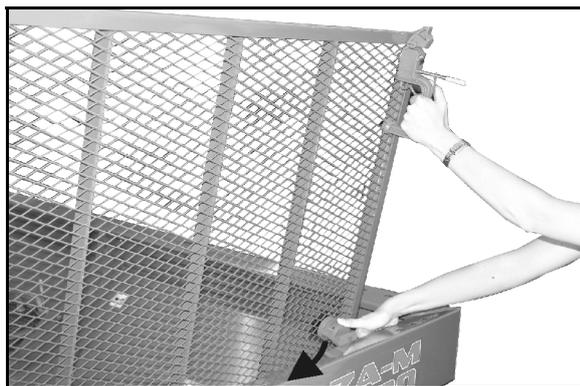

Fig. 18
3. Relevez la grille de protection et enclenchez la butée sur le bord de la trémie (Fig. 18).
- Avant de refermer la grille de protection, repoussez la butée (Fig. 18).